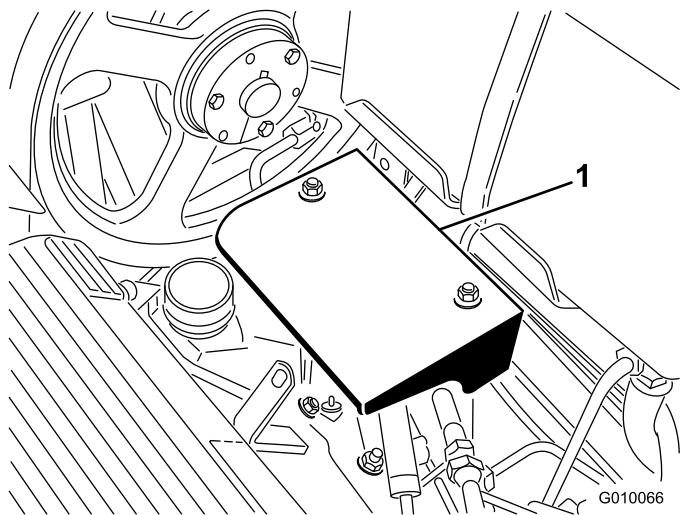

図 56
2. ポンプシールド取り付けナット 2 個を外してシールド外す（図 56）。